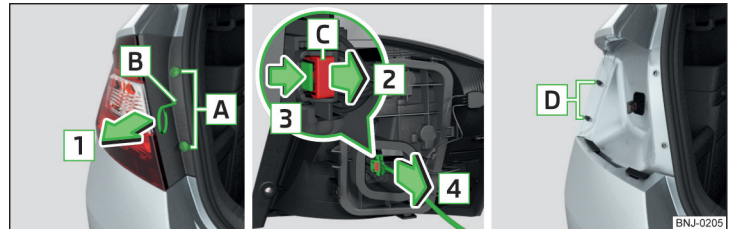
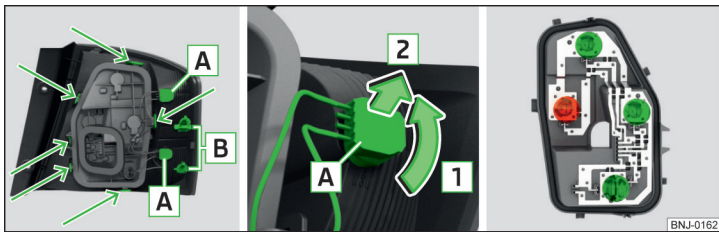

Abb. 216 Leuchte ausbauen / Stecker abziehen
Abb. 217 Äußerer Teil der Leuchte / Glühlampe herausnehmen / Lampenhalter
- › Die Leuchte mit der Handfläche festhalten und in Pfeilrichtung **[1]** » Abb. 216 vorsichtig von den Bolzen **[D]** abziehen.
- › Die Verriegelung entgegen der Pfeilrichtung **[2]** » Abb. 216 sichern.
- › Die Leuchte mit den Öffnungen **[B]** » Abb. 217 auf Seite 197 auf die Bolzen **[D]** » Abb. 216 in der Karosserie stecken.
- › Die Fassung mit der Glühlampe **[A]** in Pfeilrichtung **[1]** drehen » Abb. 217.
- › Die Fassungen mit den Glühlampen **[A]** in Pfeilrichtung **[1]** drehen » Abb. 217.
- › Den Lampenhalter in mit Pfeilen gekennzeichneten Bereichen entriegeln » Abb. 217.